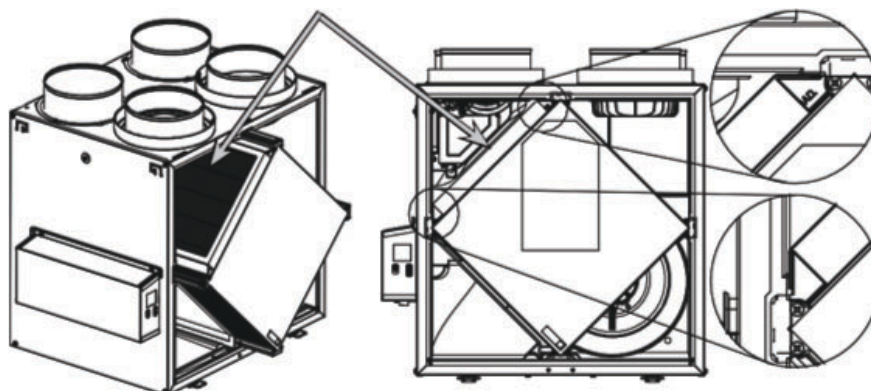

Fig. 28 – Filtre MERV13 en Option a Membrane HEPA
15. Installer le filtre MERV13 sur le noyau, tel qu'illustré ci-contre. (Fig. 28).